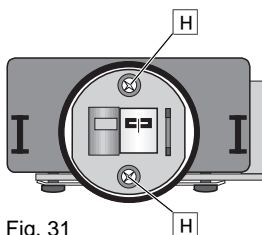

Fig. 31
- 2 Schrauben [H] herausschrauben und den Tonkopf entnehmen (Fig. 31).
- Undo 2 screws [H] and take off the sound head (Fig. 31).